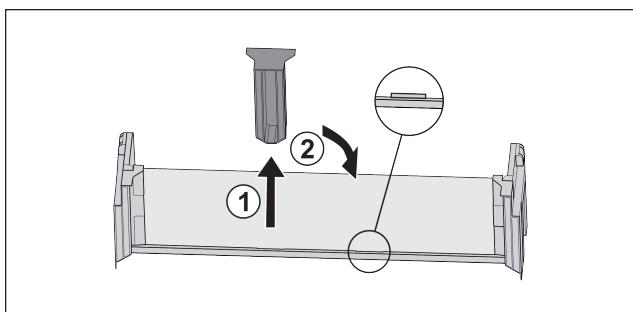

Fig. 114
- Изтеглете средната задържаща част Fig. 114 (1).
- Вкарайте средната задържаща част на втората позиция Fig. 114 (2).